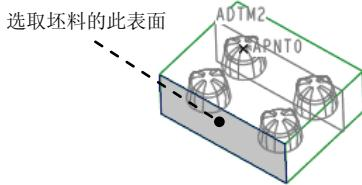

图 28.4 基准平面 ADTM2
Step2. 穿过基准点 APNT0，创建图 28.4 所示的基准平面 ADTM2。操作过程如下：单击 **模具** 功能选项卡 **基准** ▾ 区域中的“平面”按钮 ；选取基准点 APNT0；再按住 Ctrl 键，
选取图 28.4 所示的坯料表面；在“基准平面”对话框中单击 **确定** 按钮，完成基准面 ADTM2 的创建。